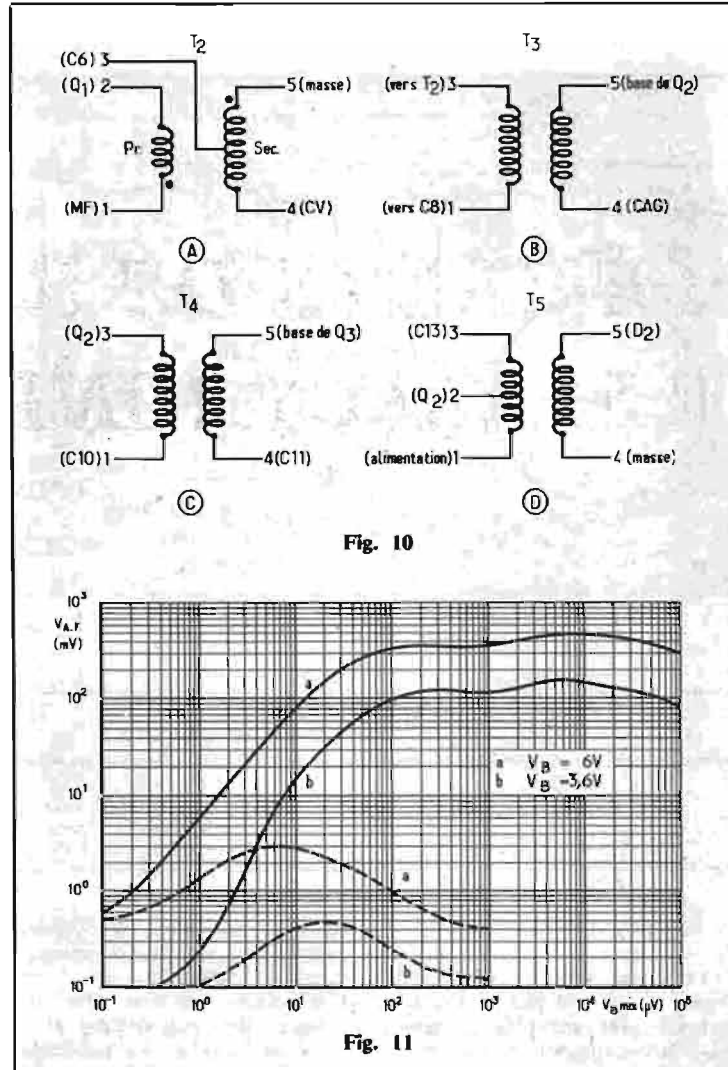

Fig. 10
Le coefficient de surtension indiqué Q_0 est celui à vide du primaire, donc mesuré avec les bobines non branchées et à la fréquence de 790 kHz . L'oscillateur possède un primaire non accordé et un secondaire accordé par $C_3 + C_4$, avec prise. Les extrémités de ces bobines sont indiquées à la figure 10 (A) ainsi que les branchements des condensateurs, accordant la totalité du secondaire, entre les points 4 et 5.
Le couplage entre les deux bobines sera très fort afin d'obtenir l'oscillation. Les points, permettent de déterminer le sens des enroulements. En moyenne fréquence, l'accord se fera sur 470 kHz . Les extrémités de T_3 sont indiquées à la figure 10 (B) et les rapports de transformation sont : $n_{13}/n_{45} = 14$, Q_0 à 470 kHz
Le secondaire n'étant pas accordé, le couplage sera très fort. Le deuxième transformateur MF, T_4 , a les mêmes caractéristiques que le premier, et se branche de la même manière comme indiqué à la figure 10 (C).